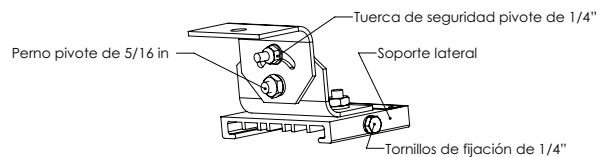

Figura 4. Detalles del soporte giratorio
6. Ajuste los dos (2) tornillos de fijación de 1/4" en el soporte lateral hasta que lleguen abajo (observe la Figura 4). Ajuste la torsión a 78 pulgadas-libras (8,8 N-m).
7. Ajuste la posición del accesorio en el ángulo deseado y ajuste los dos (2) pernos pivotes de 5/16". Ajuste la torsión a 138 pulgadas-libras (15,6 N-m).